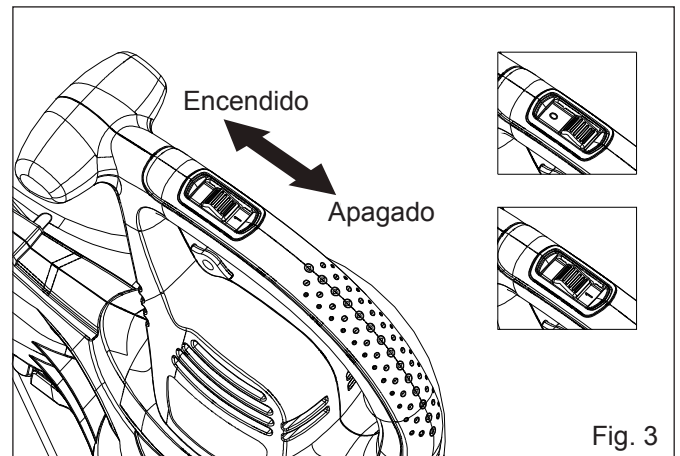

Fig. 3
4. Para retirar el tubo de soplado, coloque el interruptor de ENCENDIDO/APAGADO en la posición de APAGADO (O) y desconecte la herramienta de la fuente de alimentación (Fig. 3).